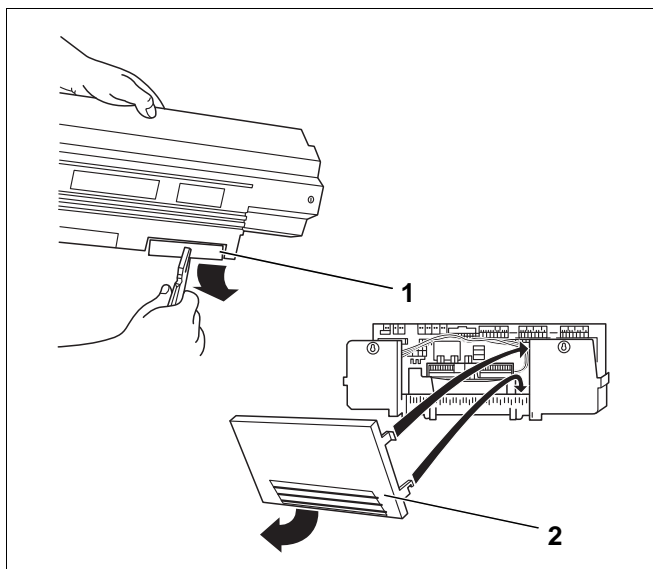

Рис. 18 Подготовка кабельного прохода
- При необходимости выломайте заглушку (рис. 18, поз. 1) в задней стенке кабельного прохода или снимите заднюю стенку (рис. 18, поз. 2).